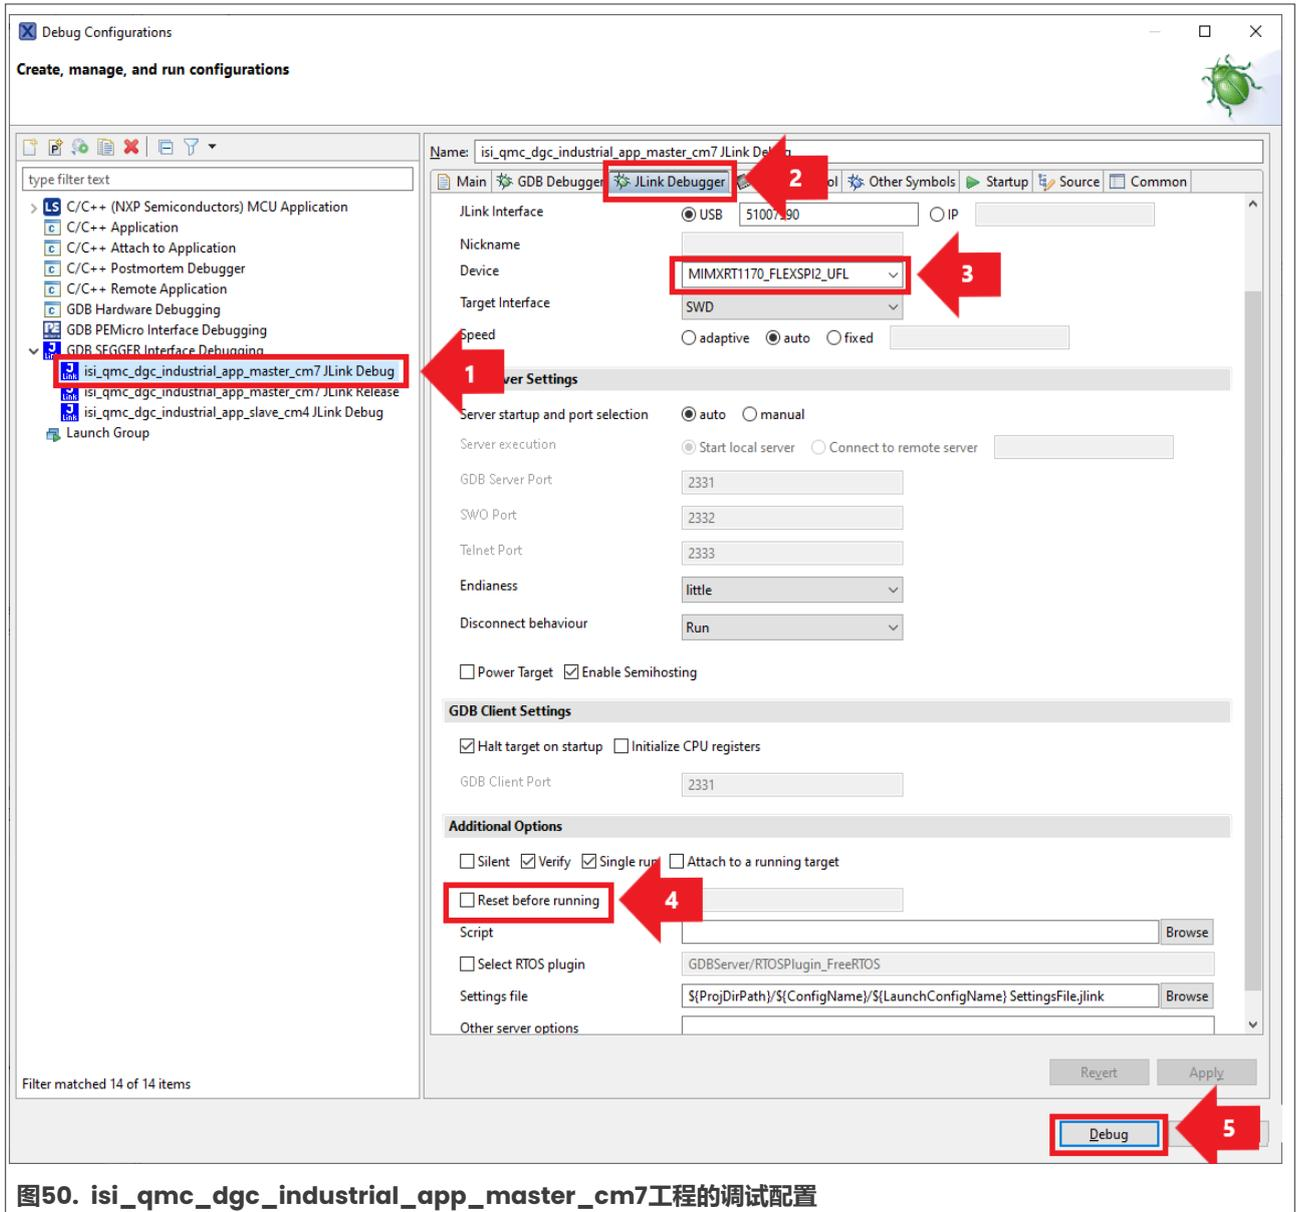

图50. isi\_qmc\_dgc\_industrial\_app\_master\_cm7工程的调试配置
5. 按图50所示的步骤开始调试过程：
- (1) 在GDB SEGGER Interface debugging下选择`isi_qmc_dgc_industrial_app_master_cm7` JLink Debug配置；
- (2) 打开JLink Debugger选项卡；
- (3) 查JLink Interface Settings是否如图50所示。尤其需要注意的是，Device字段的取值应该为MIMXRT1170\_FLEXSPI2\_UFL；
- (4) 确保取消勾选Reset before running选项。
- (5) 点击Debug按钮，开始调试软件。等待MCUXpresso将软件镜像加载到子卡中，这需要几秒钟时间。